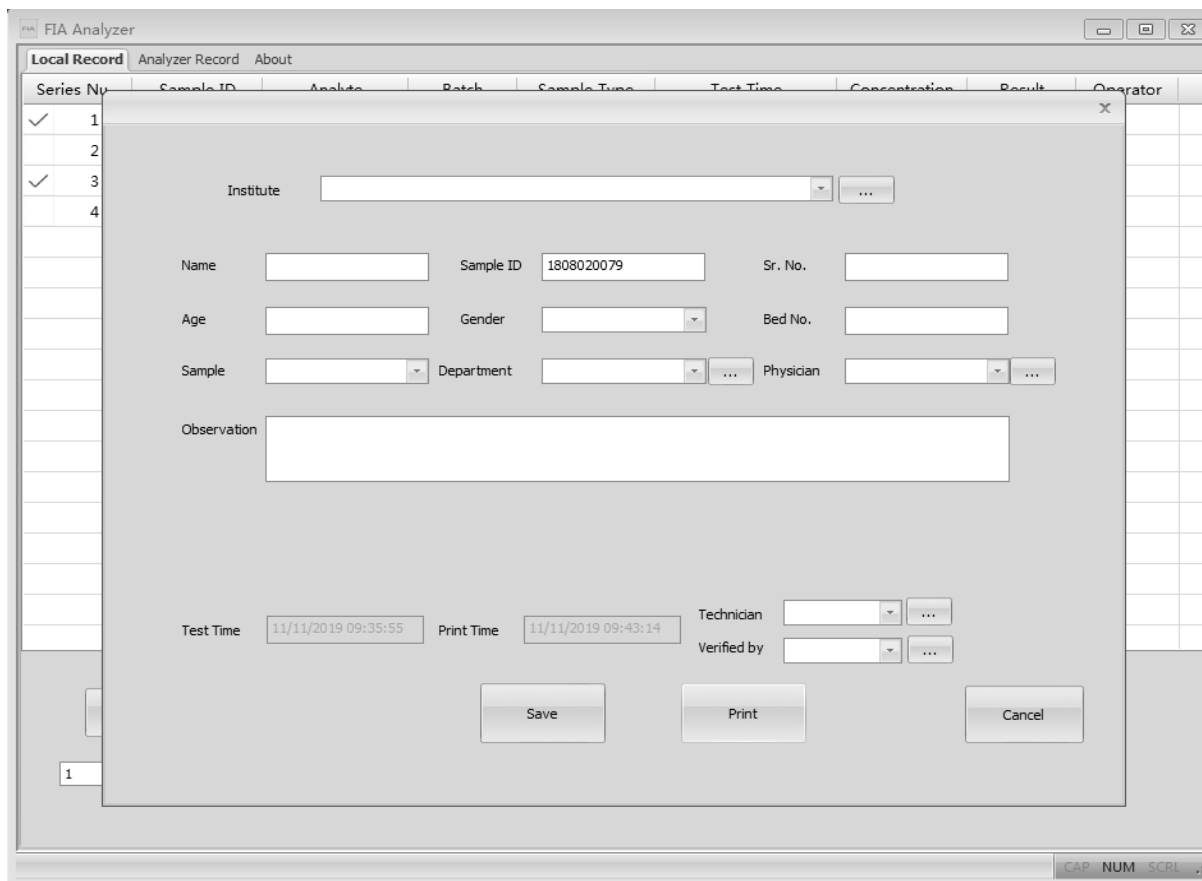

Fig 44
- **“Print”**: selezionare gli elementi da stampare e cliccare sul comando Stampa, la schermata apparirà come mostrato in Fig 44. Devono essere riempite le informazioni